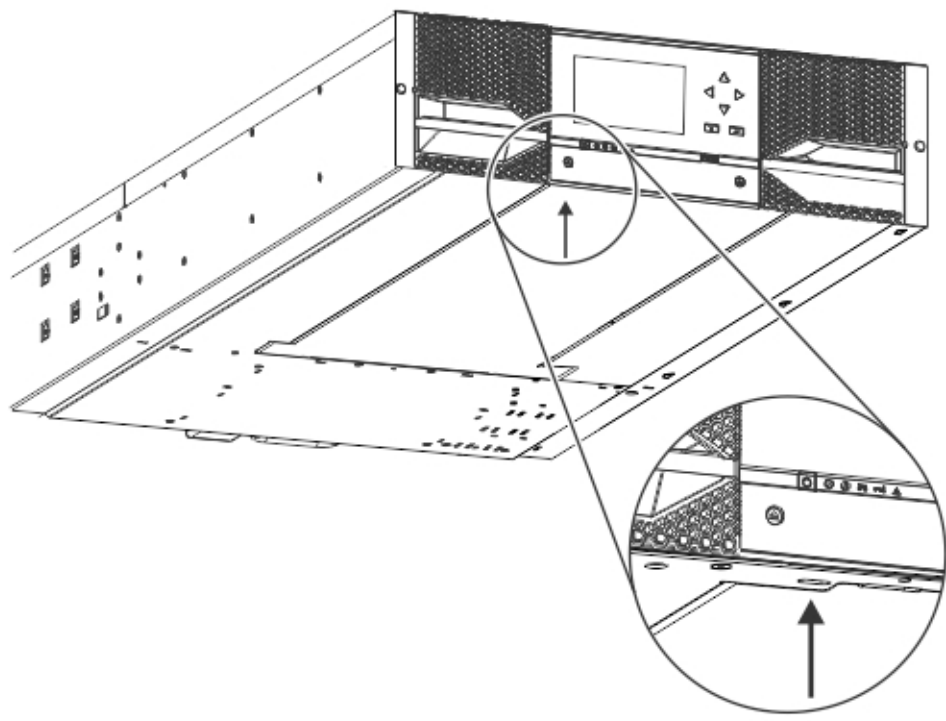

图 34. 解锁弹簧锁
- c. 用一只手托住底盖。将小型平头螺丝刀或梅花型螺丝刀插入该孔，向左横向滑动约 4 毫米以解锁弹簧锁。请参阅第 41 页的图 34。